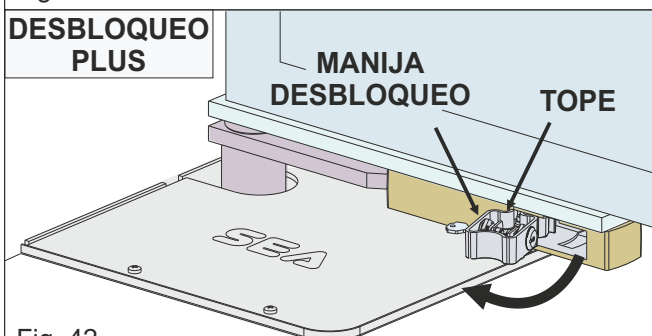

Fig. 42
- tirar la llave hacia afuera hasta el tope para soltar la manija del sistema de desbloqueo (Fig. 42)